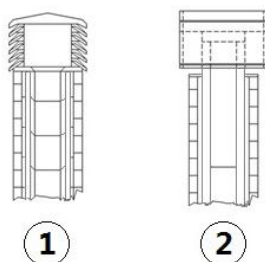

Fig. 3 - Chapéus antivento
- Recomenda-se um chapéu antivento, ver **Fig. 3** pág. 32.
- Conduto de evacuação de fumos externo realizado exclusivamente com tubos inox isolados, isto é, com dupla parede de no mínimo $\varnothing 150$ mm: estrutura bem fixada à parede. Com chapéu antivento (ver Fig. 3 pág. 32).